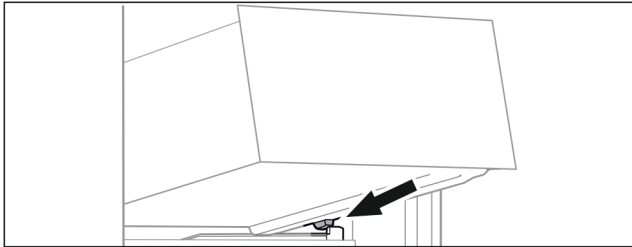

Fig. 73
- ▶ Schubfach schräg hinter den Stopperrn auf Behälterrippe aufsetzen. (siehe Fig. 73)